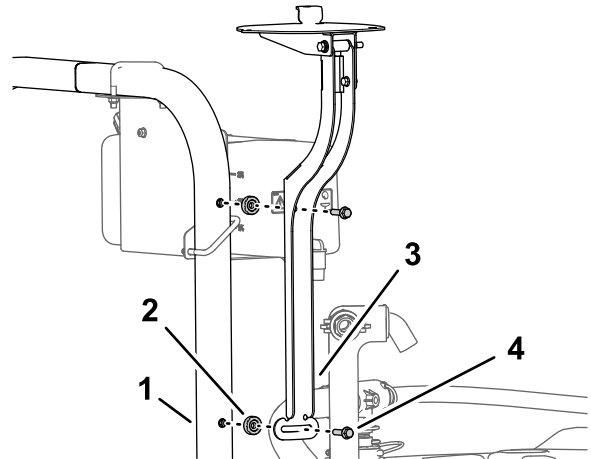

Figura 156
- Montate il supporto del ricevitore e il distanziale ($\frac{3}{8}$ " x $7/16$ "") sul roll bar con il bullone a testa flangiata ($\frac{3}{8}$ " x $1\frac{1}{2}$ ""), come illustrato nella Figura 156.